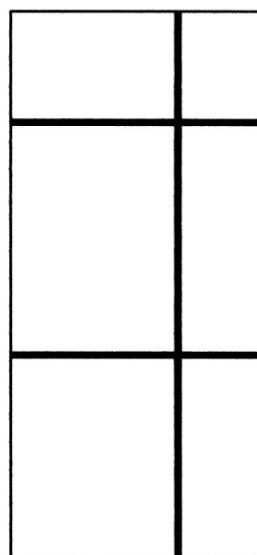

Fig.2.
- fig. 2 – przedstawia skrzydło drzwi, których elementem dekoracyjnym są poziome i pionowe wyżłobienia, ze znajdującymi się w nich prowadnicami w kształcie ceowników, o krótszych ramionach zakończonych płaskownikami, natomiast powierzchnia drzwi podzielona jest na czworoboczne pola, z których jedno górne ma kształt usytuowanego poziomo prostokąta, a drugie prostokąta umieszczonego pionowo, natomiast pozostałe pola powierzchni stanowią dwa usytuowane po jednej stronie pionowe prostokąty oraz dwa pionowo usytuowane większe prostokąty.